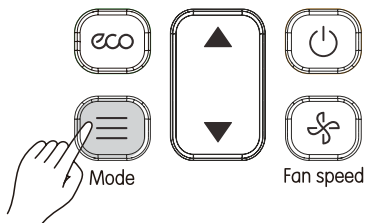

Рисунок 3.4
1) Нажмите  (см. Рис. 3.4). Экран дисплея отображает режим работы;